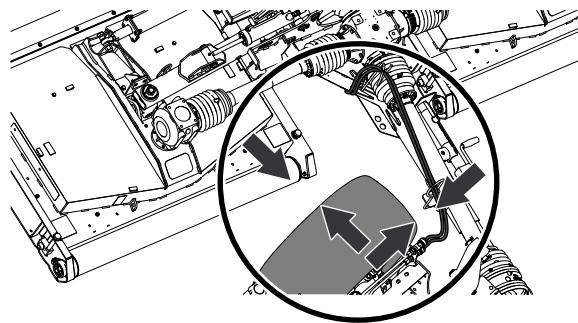

Bild 43
3. Überprüfen Sie beim Wenden den Abstand zwischen den Rädern des Zugfahrzeugs und den Teilen des Mähers (**Bild 43**).